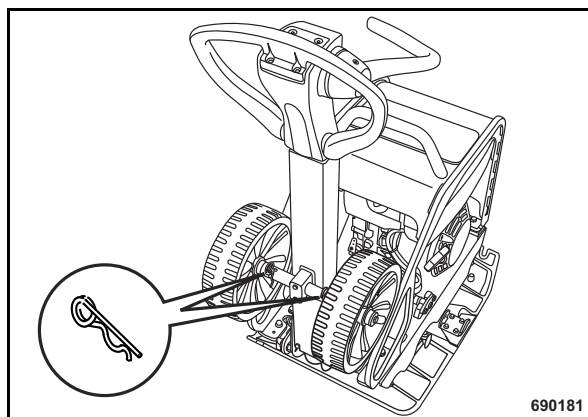

Fig. 24
- Sacar el pasador elástico (Fig. 24) y retirar las ruedas de transporte del soporte en el timón.